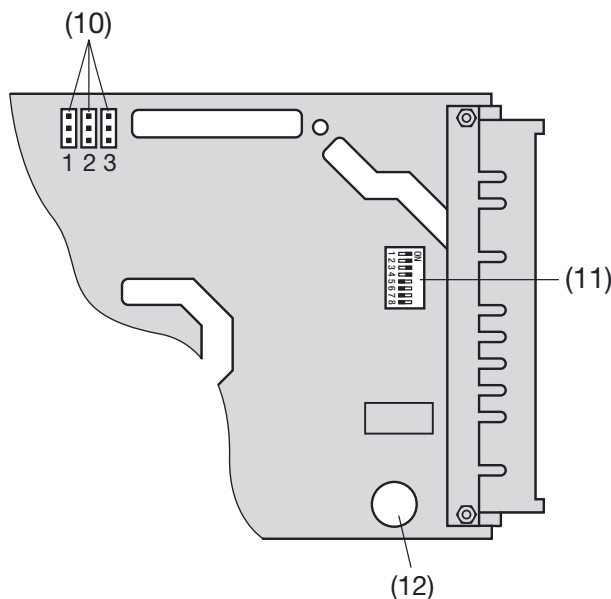

Fig. 5. Partie arrière de l'EURAX V 604 montrant la disposition des prises (10), du commutateur DIP à 8 bascules (11) et du fusible secteur (12).
Suivant le **genre de la mesure/application** (voir tableau 5) raccorder les lignes de mesure et placer en conséquence les barrettes **A** et **B** dans les prises. La disposition des prises (10) sur la carte embrochables est indiquée dans la Fig. 5.
Pour la programmation du genre du signal de sortie, il faut positionner le commutateur DIP (11) selon le tableau 7 (voir Fig. 5).